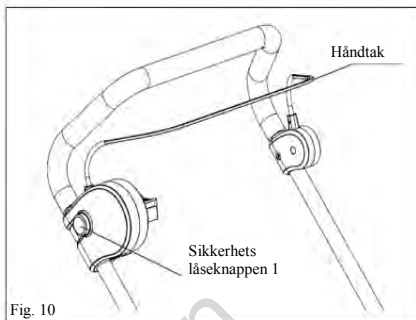

Fig. 10
**MERK:** Se fig.10, fig.11 og fig.12.
4. Vend en blokk av tre mellom bladet og klippeaggregatet for å hindre bladet fra snu (se fig.10).